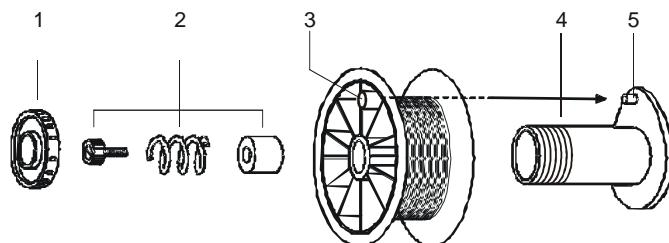

Fig.1
- Destornillar la tuerca de sujeción (1-Fig.1) para colocarse la bobina de hilo (3-Fig.1) sobre la portabobinas (4-Fig.1). Confirmar que el sistema de freno (2-Fig.1) queda operativo, con el perno del porta-
bobinas (5-Fig.1) correctamente introducido en el agujero de la bobina (3-Fig.1). Después de colocada la bobina, apretar la tuerca de sujeción.
- De seguida, debe ajustarse el sistema de frenado de bobina apretando, si necesario, el tornillo de ajuste (2-Fig.1) hasta que la bobina para en simultáneo con el motor-reductor sin deslizamientos.